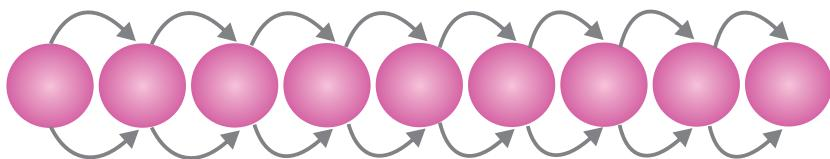

Рис. 3. Плетение навстречу
2. Плетение навстречу (рис. 3) – одну бисеринку опускают на середину рабочей нити, которую держат двумя руками, затем нанизывают следующую бисеринку на любой конец нити, допустим, правый. После этого левый конец нити пропускают через эту же бисеринку, навстречу правому концу. Нить необходимо подтянуть, чтобы бисеринки легли плотно друг к другу. И так продолжить до конца.